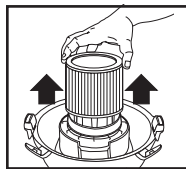

FIGURE 23
43. Glissez la cartouche filtrante à l'extérieur du support de couvercle. **FIGURE 23.**